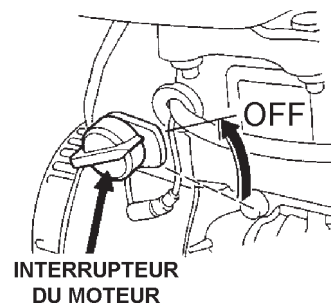

Figure 15. Interrupteur de moteur MARCHE/ARRÊT (Position ARRÊT)
- Après que le moteur *s'est refroidi*, placez l'interrupteur de moteur MARCHE/ARRÊT sur la position « ARRÊT » (Figure 15).